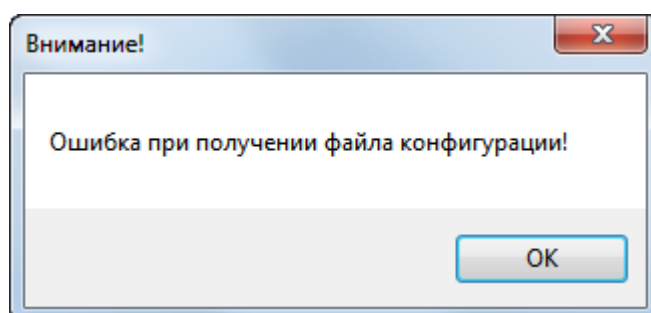

Рисунок 66
4.2.3. После запроса на считывание файла конфигурации из терминала, если в течение трех минут не пришел ответ от терминала, выдается сообщение (Рисунок 66).